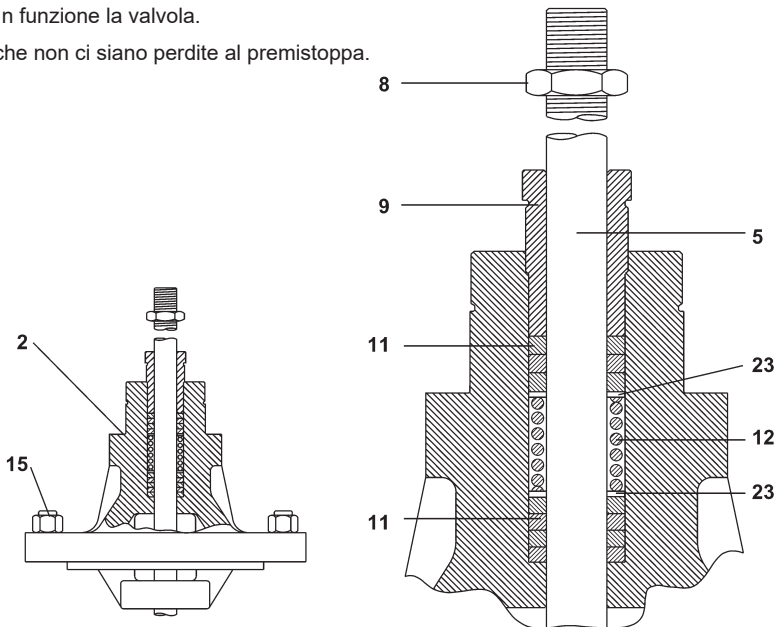

Fig. 4
- c) Togliere il dado (8).
- d) Svitare il dado del premistoppa (9), svitare i dadi del cappello (15) e togliere il cappello (2) avendo cura di non danneggiare la superficie dello stelo.
- e) Utilizzando un utensile uncinato di metallo tenero (tipo ottone), rimuovere la tenuta (11), le rondelle (23) e la molla (12) dal cappello (2).
- f) Esaminare le parti per rilevare eventuali segni di danneggiamenti o deterioramento. Tracce di scorie o depositi sullo stelo della valvola (5) porterebbero presto a danneggiare la tenuta, pertanto se ne consiglia la sostituzione. Pulire le parti evitando di raschiare lo stelo o la camera del premistoppa.
- g) Usando una nuova tenuta (13), riposizionare il cappello. Rimettere i dadi del cappello (15) e serrarli a mano. Spingendo lo stelo in modo da tenere in sede l'otturatore, serrarli alla coppia raccomandata come specificato nella Tabella 1, pagina 15.
- h) Inserire la rondella, la molla e la nuova tenuta (in PTFE o in grafite) nel suo alloggiamento, seguendo la procedura illustrata nella Fig. 4, prestando attenzione a non danneggiare i bordi della guarnizione.
- i) Rimontare il dado del premistoppa (9) e serrarlo fino a sentire resistenza, poi svitarlo per due giri.
- l) Assicurarsi che lo stelo (5) si muova liberamente.
- m) Rimontare il dado di bloccaggio (8).
## 4.2.2 Procedura per la sostituzione dello stelo (Fig. 4, 5 e 6)
### 4.2.3 Procedura per sostituire lo stelo, l'otturatore e le sedi delle valvole miscelatrici (Fig. 4 e 7)
#### 4.2.4 Procedura per sostituire lo stelo, l'otturatore e le sedi delle valvole deviatrici (Fig. 4 e 8)